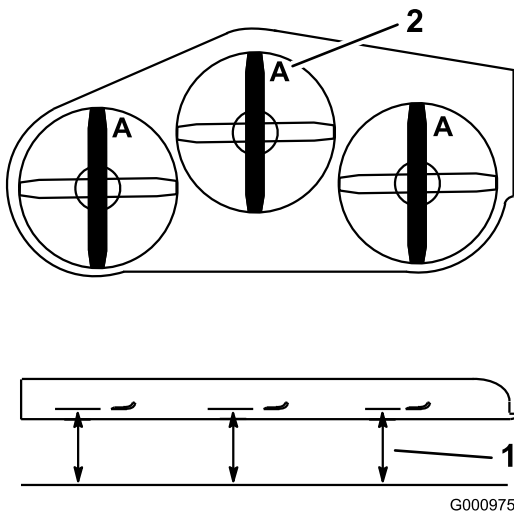

Figura 88
2. Mida desde una superficie nivelada hasta el filo de corte, posición A, de las cuchillas (Figura 88).